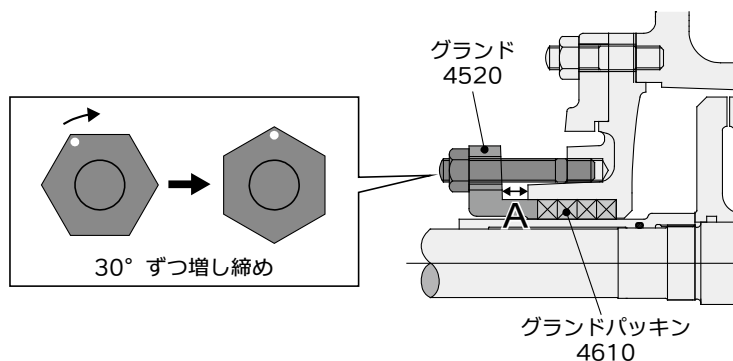

図 4.4-1 グランドの増し締め
経年的な漏れ量の増加に対して、グランド(4520)の増し締めにて調整する場合は、図 4.4-1 のA部分の上下左右の隙間を測りながら、ナットを均等に最大 30° ずつ交互に締め込んで調整してください。増し締めを行っても漏れ量が減少しない場合、または過熱する場合は、グランドパッキン(4610)の取り替えを行うか(5.2 項 (5)参照)、パッキンスリーブ(5240)を点検してください。